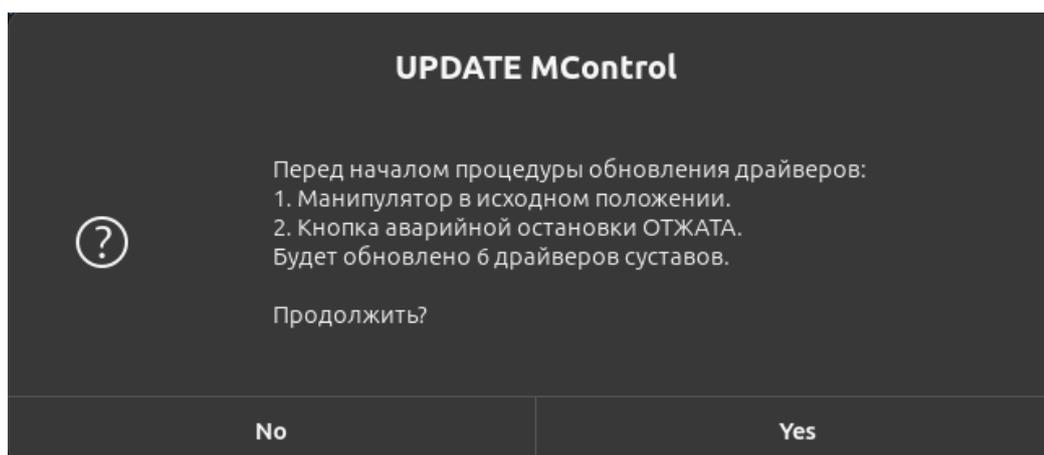

Рисунок II-60 – Предупреждение
- «Gadget», «Driver» – отобразится предупреждение «Перед началом процедуры обновления драйверов: 1) Манипулятор в исходном положении. 2) Кнопка аварийной остановки ОТЖАТА. Будет обновлено ... драйверов суставов. Продолжить?» (см. Рисунок II-60);